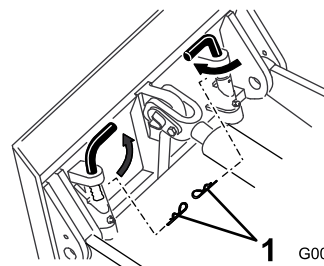

Рисунок 10
- На тяговых блоках некоторых более ранних моделей есть отверстия в штифтах с пружинами и быстроустанавливаемых штифтах на монтажной пластине (Рисунок 10), чтобы вы могли установить два шплинта при прохождении плугом длинных отрезков. При этом вибрация плуга не приведет к ослаблению штифтов.